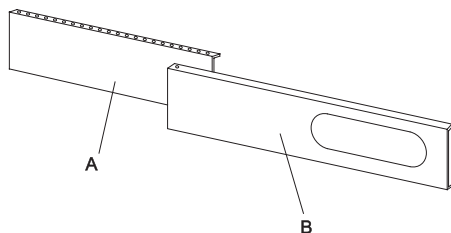

Рис. 11
Составные части кронштейна (см. Рис. 11):
1. Соедините панели A и B, согласно Рис. 11, отрегулируйте в соответствии с шириной окна. После этого убедитесь, что между кронштейном и окном нет зазоров.